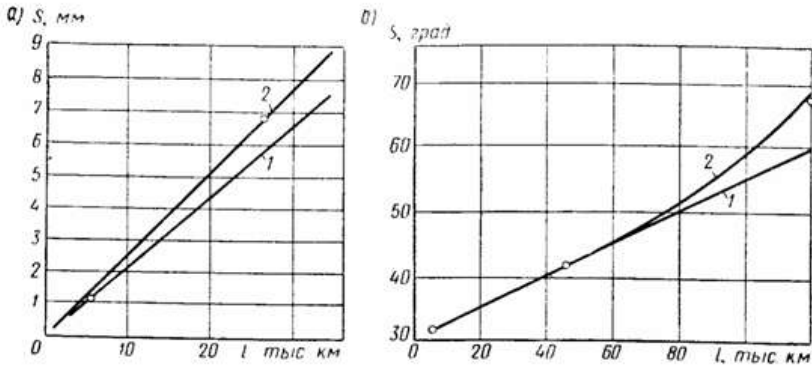

Рис. 22. Изменение технического состояния узлов в процессе эксплуатации
2. Спрогнозируйте износ сопряжений и деталей в процессе эксплуатации автомобиля по рис. 22.